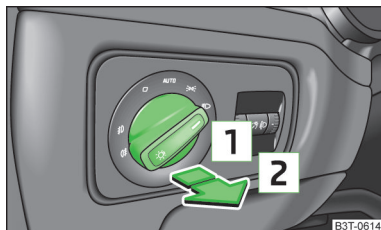

Fig. 52
- Faire tourner le commutateur des feux sur la position **D** ou **0** » fig. 52.
- Faire tourner le commutateur des feux sur la position **D** ou **0** » fig. 52 à la page 75.